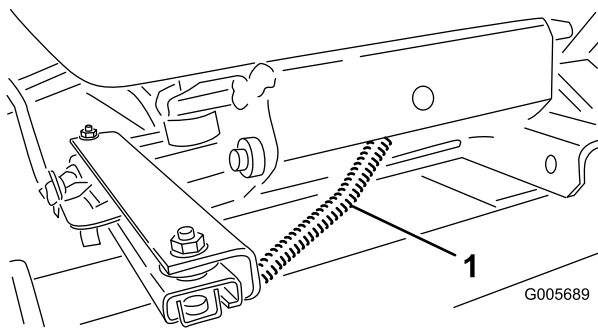

Figure 13
7. Faites passer le faisceau de câblage du contacteur de siège par les trous du support et de la suspension (Figure 13). Branchez le connecteur du faisceau de câblage au contacteur du siège sur la base du siège.